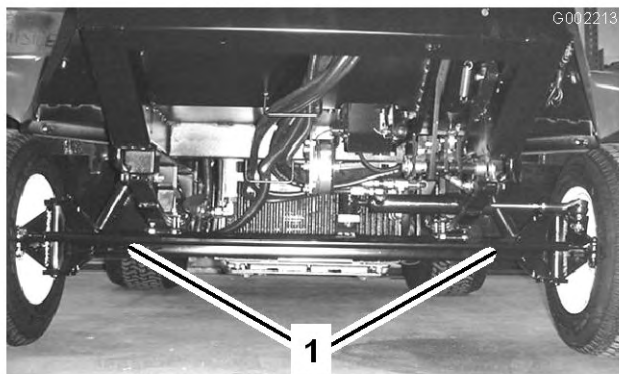
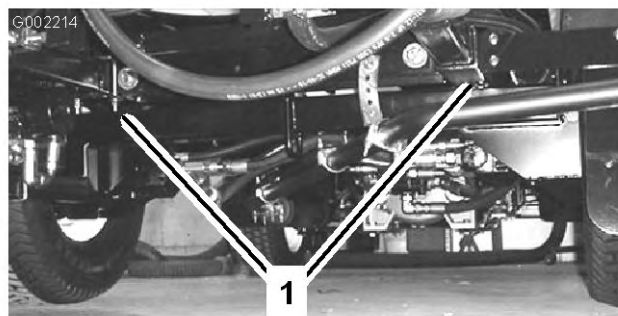

図 27
図 28
2. 牽引ロープを取り付ける。車両前後のロープ掛けポイントについては図 27 と 図 28 を参照。